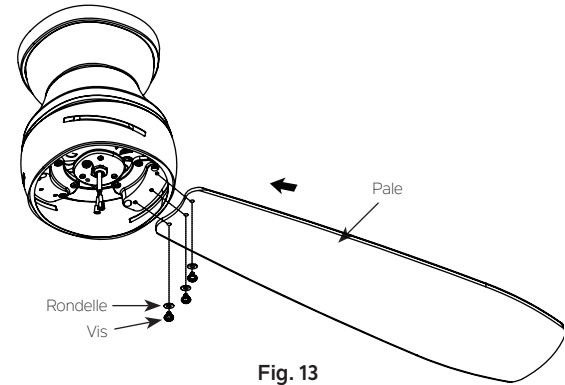

Fig. 13
Étape 1. Insérez la lame dans la fente du boîtier du moteur, alignez les trous de la lame et du support de lame, puis fixez-la à l'aide des vis et des rondelles fournies. Répétez l'opération avec les autres lames (Fig. 13)